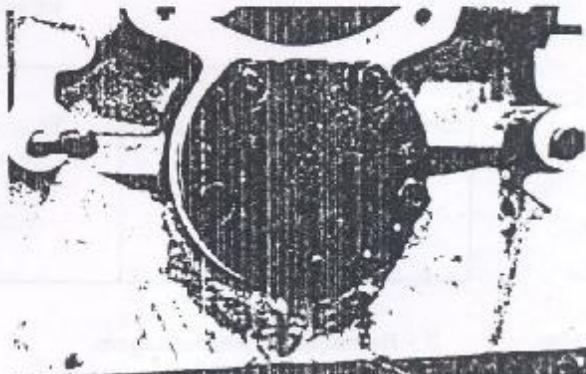

Figura 1.15.3 - Tampa da carcaça da bomba de óleo
3. Remover os parafusos da tampa da carcaça da bomba de óleo (Figura 1.15.3); remover a tampa e a respectiva junta.
3. Posicionar a tampa da bomba de óleo, provida de uma nova junta (Figura 1.15.3); instalar os parafusos e arruelas de fixação da tampa da carcaça e apertá-los ao torque de 20 a 25 Nm.